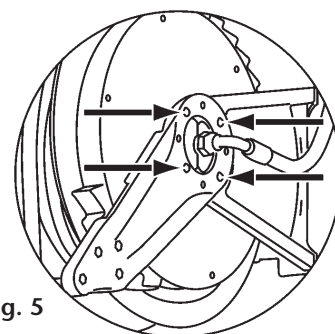

Fig. 5
3. Unscrew the fixing screws (fig 5)
3. Aflojar los tornillos del brazo superior (fig 5).